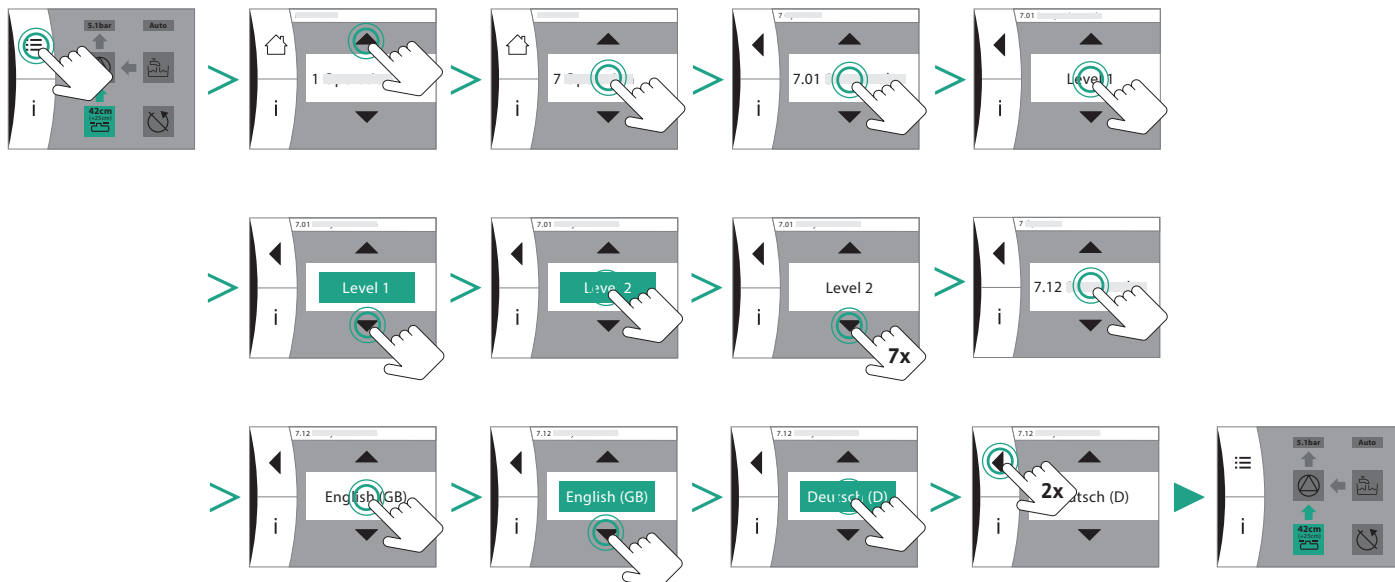

Fig. 24: Nastavenie jazyka
7. Vyberte si preferovaný jazyk menu (Fig. 24).